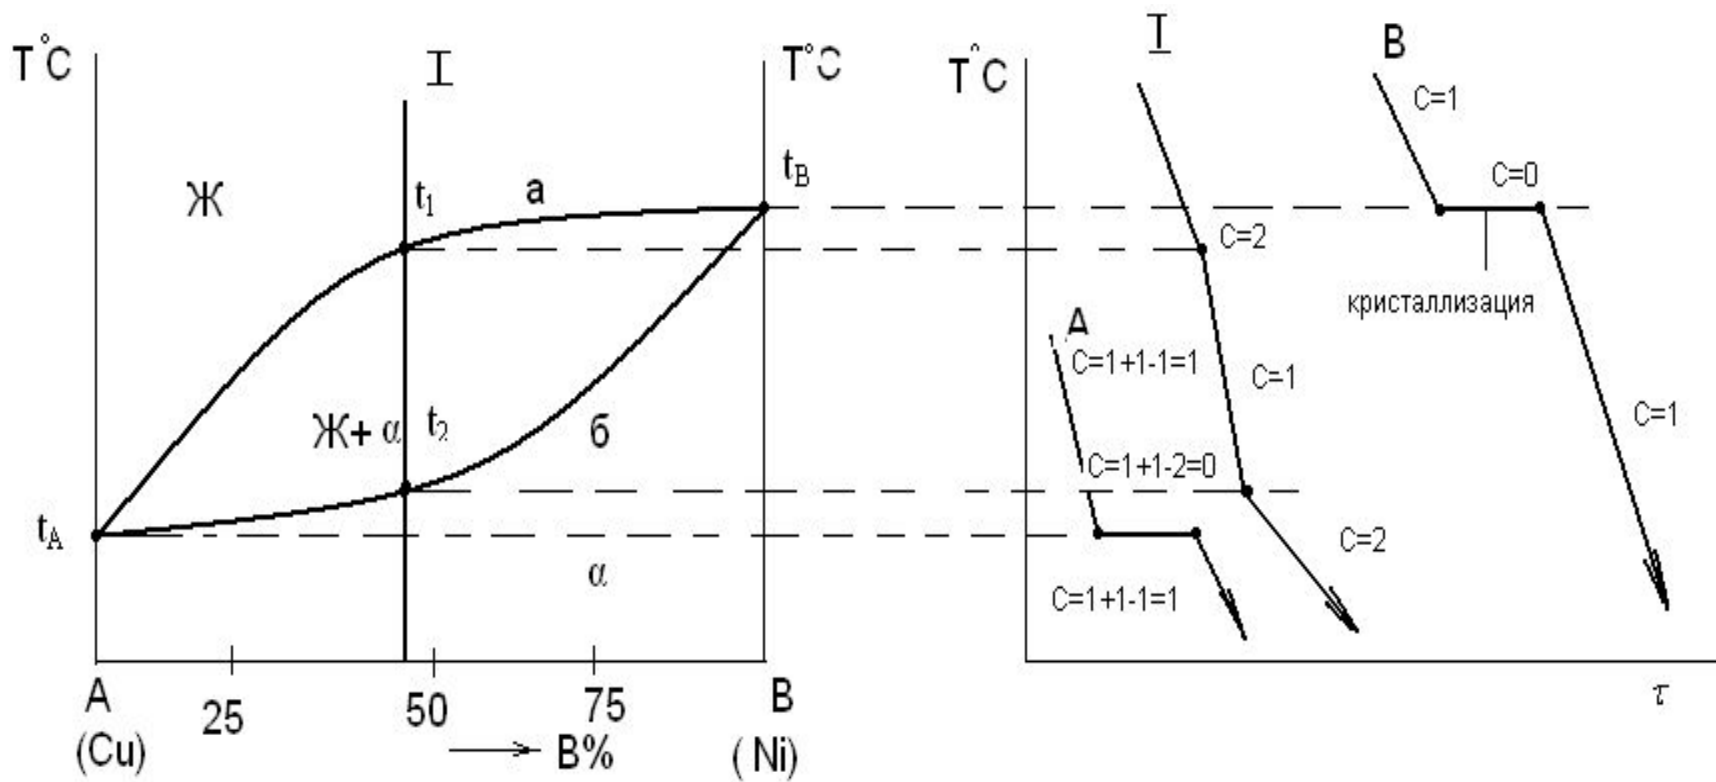

Рис.4.5
- Примером сплавов с такими диаграммами состояния являются сплавы системы Cu - Ni (Рис. 4.5, 4.6).